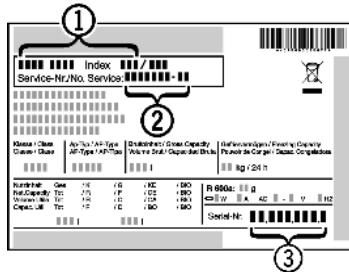

Fig. 6
▶ Наименование устройства Fig. 6 (1), сервисный № Fig. 6 (2) и серийный № Fig. 6 (3) считайте с заводской таблички. Заводская табличка находится внутри устройства слева.
- ▶ Обратитесь в сервисную службу и сообщите вид неисправности, наименование устройства Fig. 6 (1), сервисный № Fig. 6 (2) и серийный № Fig. 6 (3).